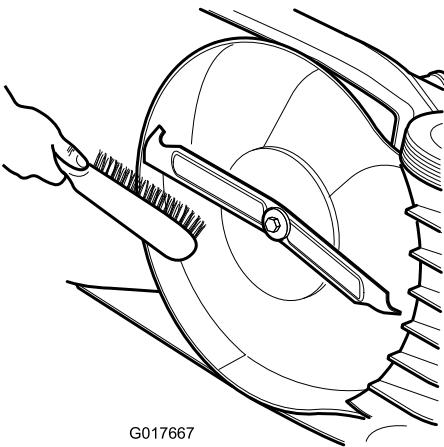

Bild 16
- Reinigen Sie die Unterseite des Mähwerkgehäuses. Entfernen Sie die Schmutz- und Schnittgutrückstände mit einem Hartholzschauber bzw. einer Bürste (Bild 16).